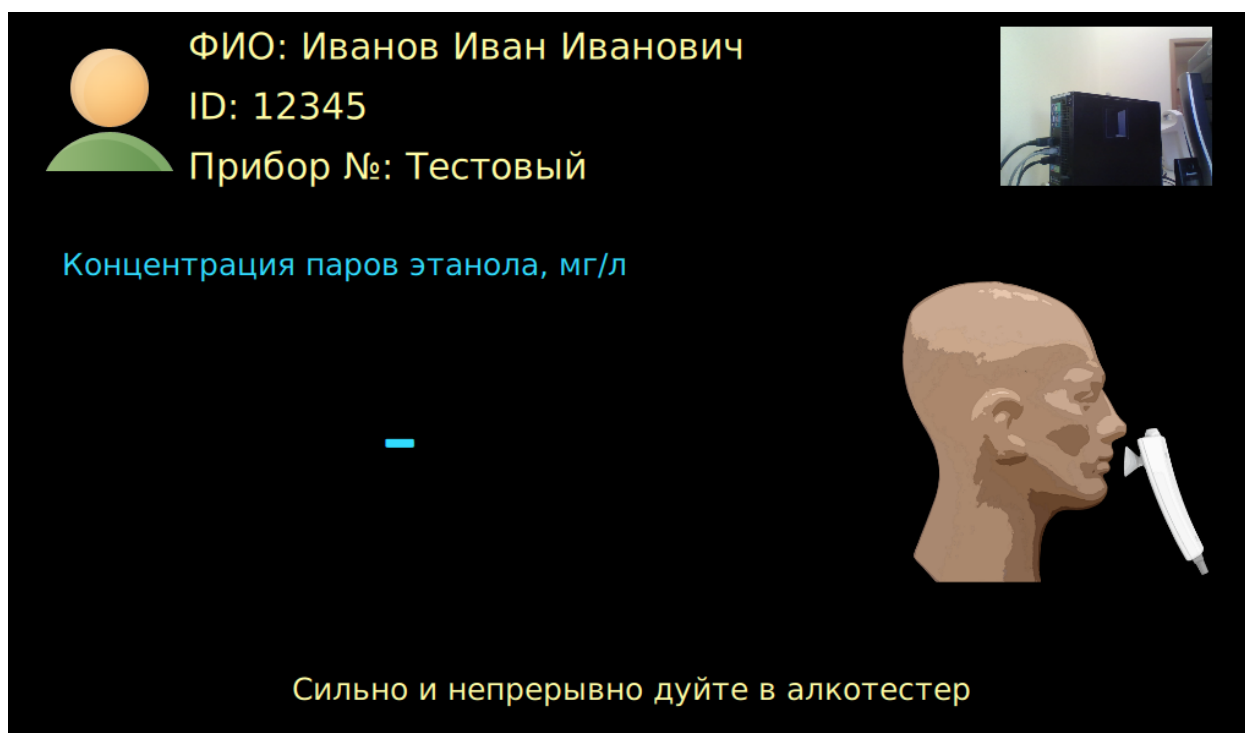

Рисунок 41 – Подготовка к измерению массовой концентрации паров этанола
2. Переход к процедуре измерения массовой концентрации паров этанола сопровождается выдачей осматриваемому работнику экрана рекомендации «Сильно и непрерывно дуйте в алкотестер» (рисунок 41).
Необходимо поднести ВИК ко рту и в соответствии с рекомендацией на экране (рисунок 41) равномерно, сильно и непрерывно дуть в течение 5-15 сек в воронку ВИК с расстояния 5 – 8 см.